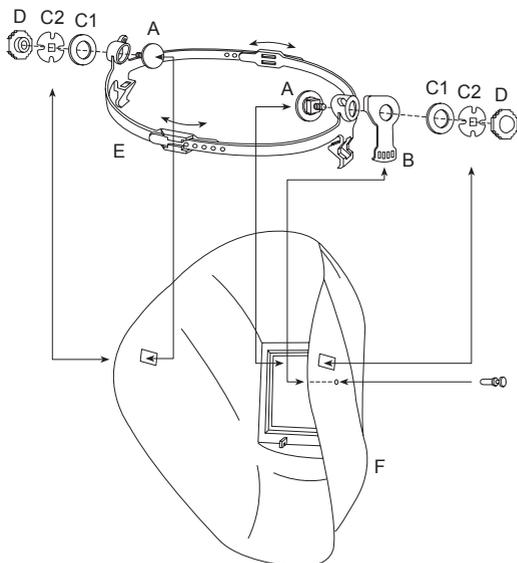
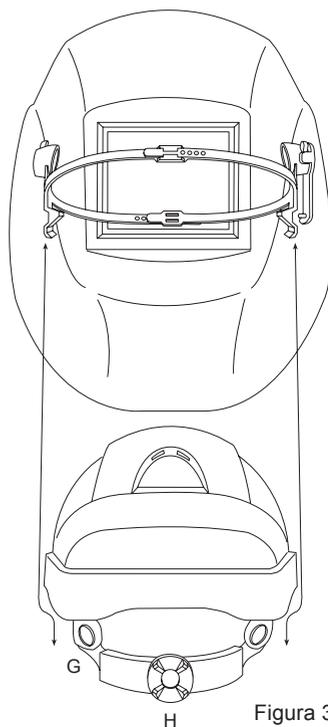

Figura 2
Figura 3
1. Introduceți șuruburile (A) prin deschiderile din Speedy Loop (E).
2. Introduceți Speedy Loop (E) în protecția măștii (F) ca în figura 2 și împingeți șuruburile (A) prin deschiderile rectangulare din protecția măștii.
3. Introduceți piesa de reglare a înclinării (B) pe latura dreaptă între Speedy loop (E) și protecția măștii (F). Asigurați-vă că introduceți un șplint în unul din cele patru orificii din piesa de reglare a înclinării. Selectați orificiul corect pentru confort maxim.
4. Strângeți piulițele (D) și șaibele (C1, C2) de pe șuruburi (A).
5. Treceți masca împreună cu Speedy Loop pe cască așa cum se arată în figura 3. Poziția va fi păstrată prin fixarea în dreapta și stânga. Dacă este cazul, reglați mărimea/diametrul Speedy Loop pentru o priză optimă pe mască. Reglați distanța dintre față și masca de sudură prin prelungirea / reducerea coordonată a părții frontale și din spate a Speedy Loop pentru a găsi cea mai confortabilă poziție.
6. Curelele căștii (G) pot fi reglate prin rotirea butonului (H) pentru a se potrivi oricărei dimensiuni. Apăsați pe buton și țineți apăsat în timp ce răsuciți, eliberați butonul atunci când atingeți poziția de confort maxim, astfel încât se va bloca în poziția dorită.